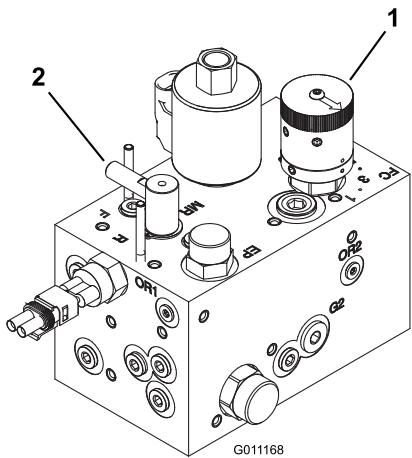

Bild 72
3. Drehen Sie das Läppen-Handrad auf Läppen (R). Drehen Sie dann das Handrad zur Spindeldrehzahl auf Position 1. Weitere Informationen finden Sie unter Bild 72.